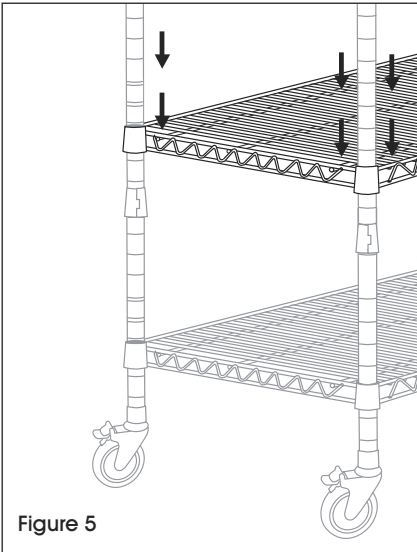

Figure 5
4. Determine the height of the next shelf, snap on supports then add and secure shelf. Repeat Step 4 to add the remaining shelves. (See Figure 5)
4. Déterminez la hauteur de la tablette suivante, installez les supports, puis ajoutez et fixez la tablette. Répétez l'étape 4 pour ajouter les tablettes restantes. (Voir Figure 5)